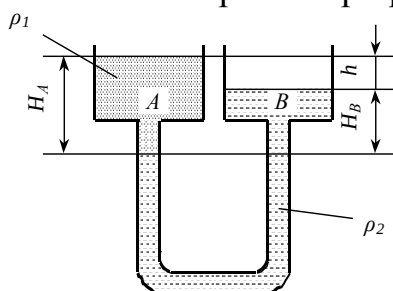

Рис. 8 Схема до задачі 13.
13. Дві сполучені посудини A і B заповнені двома рідинами з питомою масою $\rho_1=900$ і $\rho_2=1000 \text{ кг/м}^3$ (рис. 8). Визначте положення границь розділу цих двох рідин H_A і H_B відносно вільних поверхонь при різниці рівнів $h=10 \text{ см}$.